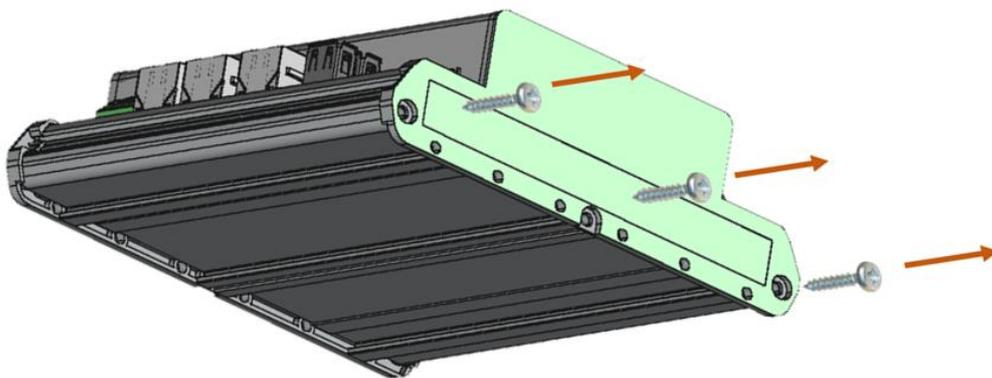
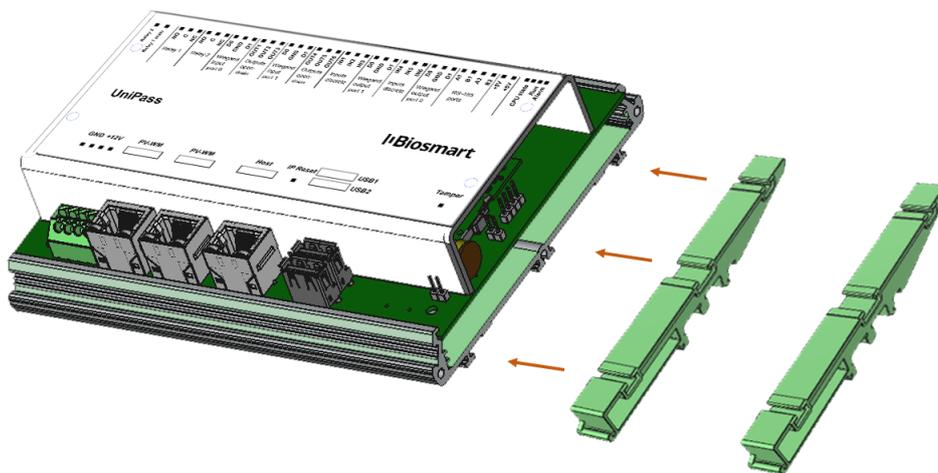

Рисунок 5 - Снятие боковой панели контроллера
Рисунок 6 - Установка элементов крепления
1. При необходимости монтажа на DIN рейку, снимите одну из боковых панелей с корпуса контроллера и установите элементы крепления в направляющие на тыльной стороне корпуса (см. Рисунок 5, Рисунок 6).